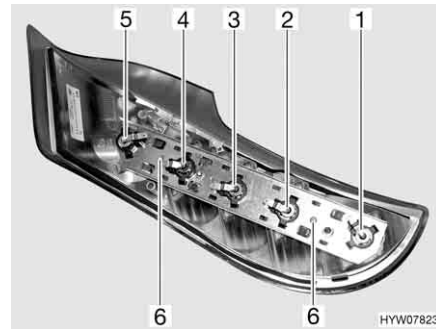

Fig. 194 Luci posteriori (lato posteriore)
- Svitare le due viti Torx (Fig. 194,6) del listello di supporto poste sul lato posteriore dell'involucro.